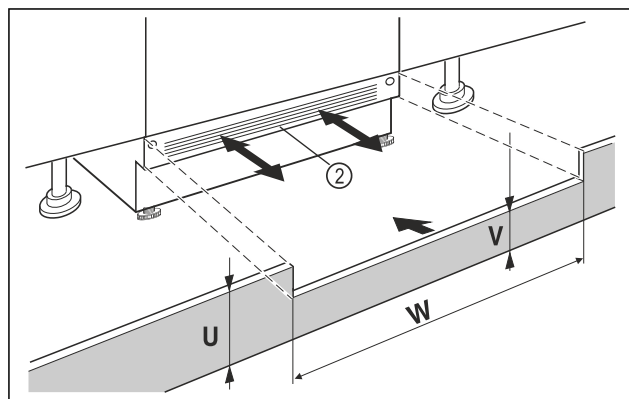

Fig. 15 Représentation à titre d'exemple
- Mettre le panneau de socle de l'appareil Fig. 15 (2) en place sans le fixer.
- Si le panneau de socle est visible Fig. 15 (2), le tirer vers l'avant de sorte à aligner l'avant de la grille d'aération et du panneau de socle du meuble.
- Si le panneau de socle est dissimulé Fig. 15 (2), le pousser entièrement vers l'arrière.
- Veiller à ce que les fentes d'aération soient complètement dégagées : si nécessaire, couper le panneau de socle du meuble Fig. 15 (U) en hauteur !
- Ajuster la hauteur de la traverse Fig. 15 (V) sous le panneau de socle de l'appareil Fig. 15 (2) sur la largeur de la niche Fig. 15 (W).